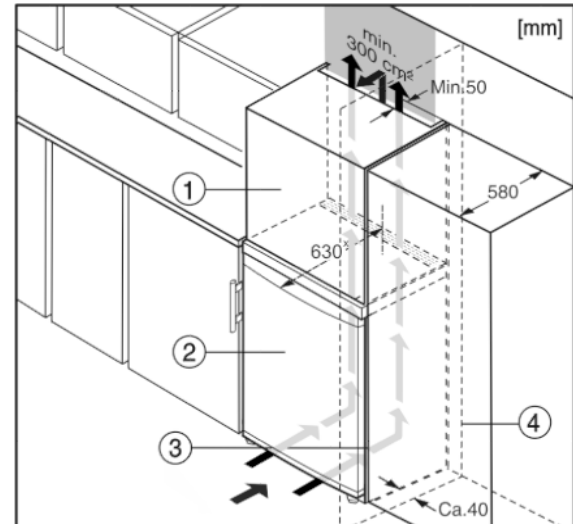

Fig. 6
Das Gerät kann mit Küchenschränken umbaut werden. Um das Gerät Fig. 6 (2) der Küchenzeilenhöhe anzugleichen, kann über dem Gerät ein Aufsatzschrank Fig. 6 (1) angebracht werden.\*
Beim Umbau mit Küchenschränken (Tiefe max. 580 mm) kann das Gerät direkt neben dem Küchenschrank Fig. 6 (3) aufgestellt werden. Das Gerät steht seitlich 34 mm\* und in der Gerätemitte 50 mm\* gegenüber der Küchenschrankfront vor.\*
Wenn das Gerät mit den Scharnieren neben einer Wand Fig. 6 (4) aufgestellt wird, muss der Abstand zwischen Gerät und Wand mindestens 40 mm betragen. Dies entspricht dem Griffüberstand bei geöffneter Tür.